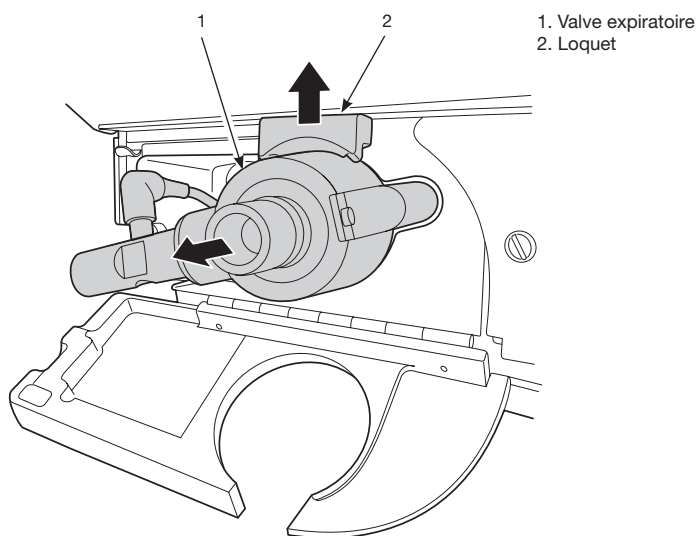

Figure 6-5 Dépose du capteur expiratoire
2. Retirez la valve expiratoire en dégageant le loquet en haut du panneau et en extrayant la valve du ventilateur. Voir la Figure 6-5.